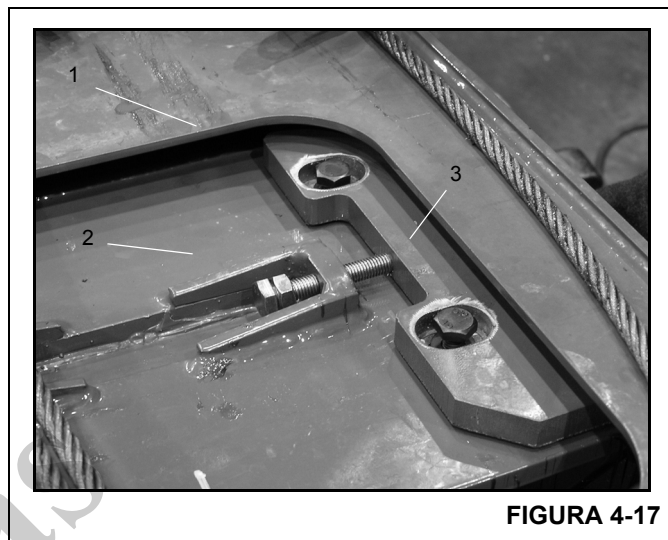

FIGURA 4-17
1. Deslize o conjunto para fora da seção intermediária interna (Figura 4-17, 1) o suficiente para obter acesso às placas de desgaste ajustáveis superiores traseiras na seção intermediária externa (Figura 4-17, 2) através do furo na parte superior da seção intermediária interna.
2. Remova o parafuso, a arruela e a arruela de deslocamento que fixam as placas de desgaste ajustáveis superiores traseiras e remova as placas de desgaste, as placas de retenção (Figura 4-17, 3) e os parafusos da parte superior da seção intermediária externa.